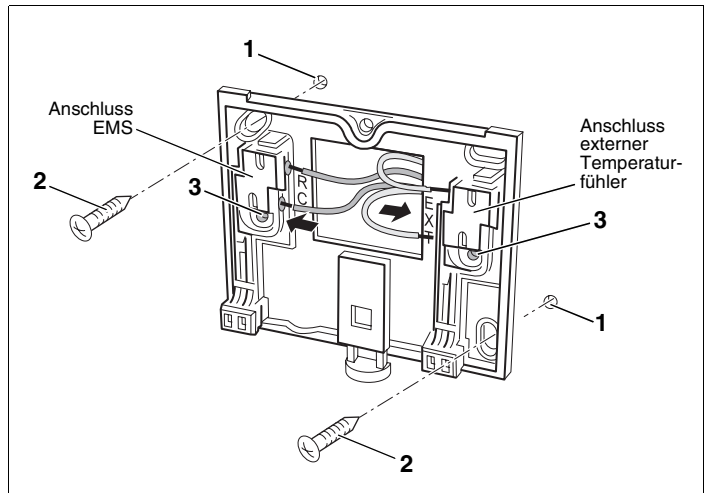

Abb. 3 Befestigung der Montageplatte auf Putz
- Zwei Löcher an der vorgesehenen Stelle in die Wand bohren, dazu Montageplatte als Schablone verwenden (Abb. 3).
- Mitgelieferte Dübel in die Bohrlöcher (Abb. 3, **Pos. 1**) einsetzen.
- Montageplatte mit den mitgelieferten Schrauben (Abb. 3, **Pos. 2**) befestigen.
Für die Montage auf einer Unterputzdose können Sie die seitlichen Befestigungslöcher (Abb. 3, **Pos. 3**) verwenden.
- Zweiadriges Buskabel vom Energie-Management-System (EMS) an den Kabelklemmen „RC“ anschließen (Abb. 3). Die Polarität der Adern ist beliebig.
- Wenn vorhanden: Externen Temperaturfühler (Zubehör) an den Kabelklemmen „EXT“ anschließen (Abb. 3).